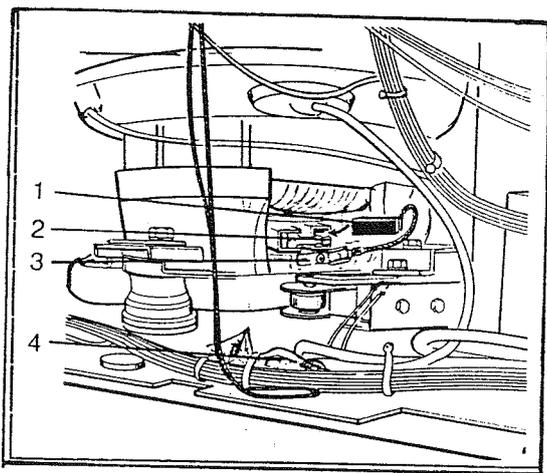

Fig. 14 Carboncino sfilato
camera della centrifuga (vedere Fig. 14/4).
8. Sfilare i carboncini dal condotto (Fig. 14)